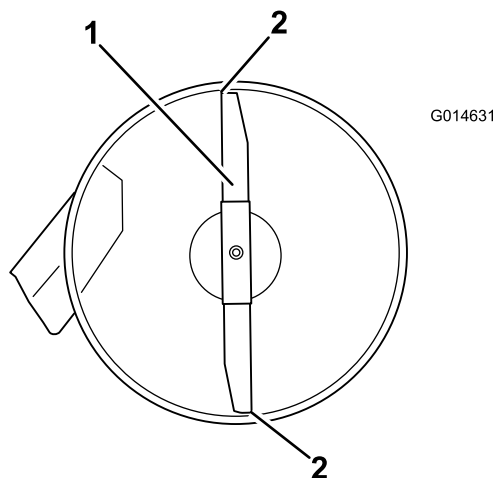
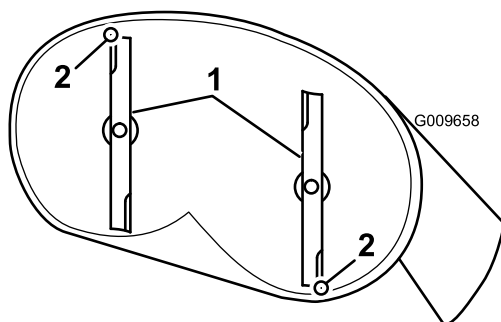
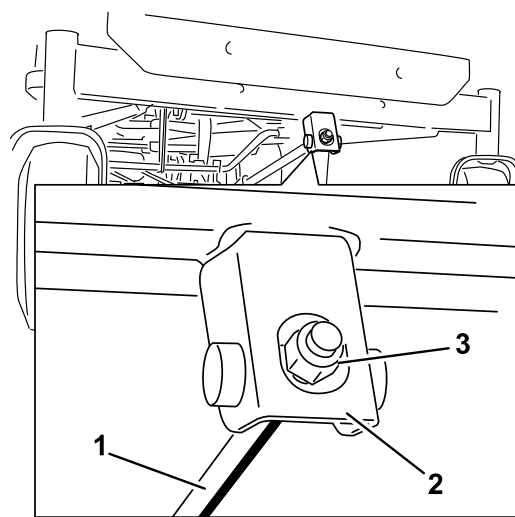

Figure 63
Figure 64
Figure 65
- Faites pivoter les lames avec précaution pour faire passer les pointes avant à l'arrière (Figure 63 et Figure 64).
- Mesurez la distance entre la pointe de la lame avant et la pointe de la lame arrière par rapport à la surface plane (Figure 63 et Figure 64).
- Pour régler l'inclinaison avant/arrière des lames, tournez l'écrou de réglage à l'avant du plateau de coupe (Figure 65).
- Une fois le réglage effectué, vérifiez à nouveau l'inclinaison avant/arrière des lames ; continuez d'ajuster l'écrou jusqu'à ce que la pointe avant de la lame soit de 1,5 à 8 mm plus bas que la pointe arrière (Figure 64 et Figure 65).